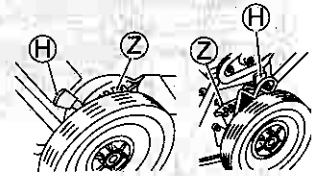

Abb. 21.
- 2 Drücken Sie den Schnitthöheneinstellhebel (H) in Richtung Rad und lösen Sie ihn von den Rasten (Ausnehmungen) (Z). (Siehe Abb. 21 und 22.)